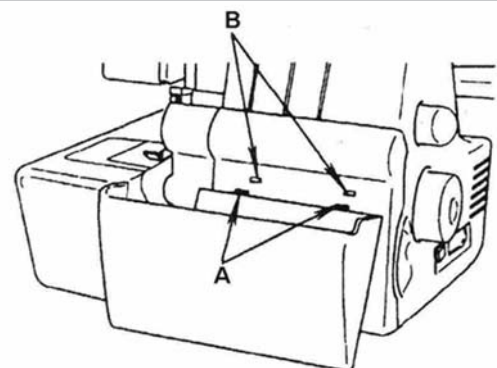

Abb.6
- Schieben Sie zuerst die beiden Arretierungen (A) in die Aufnahmелöcher (B) (Abb. 6).